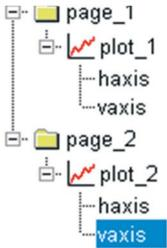

Figura 4.180 – Selecionando eixo *vaxis*.
- Novamente, no campo *treeview*, selecione *vaxis* (Figura 4.180).